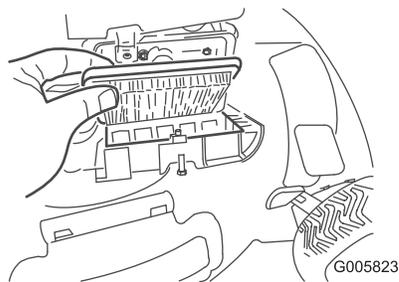

Figura 20
1. Utilice un destornillador para abrir la tapa del filtro de aire (Figura 20).